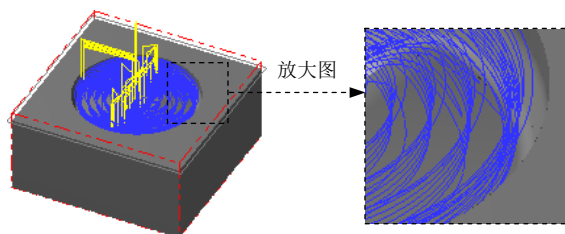

图 4.13 刀具路径
Step10. 单击“曲面粗加工挖槽”对话框中的 按钮，完成加工参数的设置，此时系统将自动生成图 4.13 所示的刀具路径。